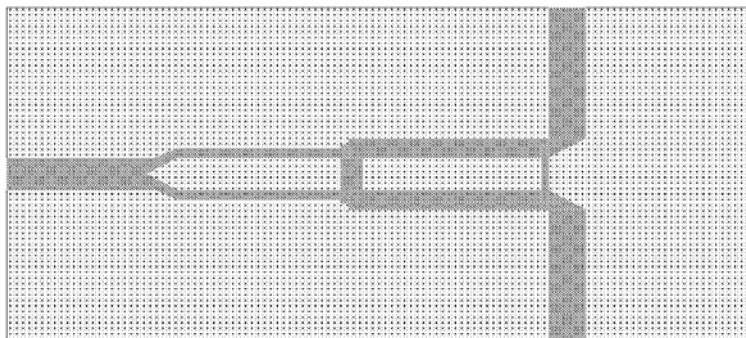

Рис. 5.67
5. Сделайте активным окно электромагнитной структуры, выделите всю топологию и щёлкните по значку **Copy** на панели инструментов. Сделайте активным окно топологии схемы и щёлкните по значку **Paste** на панели инструментов. Вставьте скопированную топологию в созданный прямоугольник. Должна получиться топология, показанная на рис. 5.67.